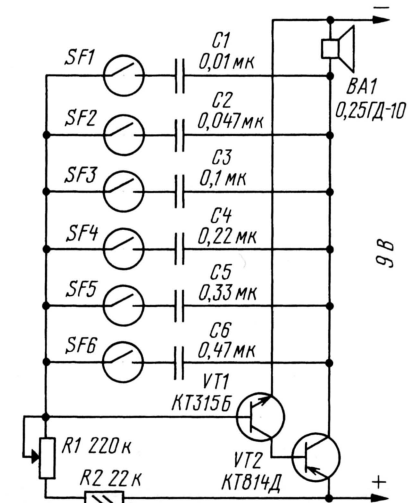

Рис. 3
**Звуковой имитатор взрыва мины (рис. 3).** Он представляет собой несимметричный мультивибратор, выполненный на транзисторах разной структуры с положительной обратной связью. Работать мультивибратор начнет только после того, как окажутся замкнутыми контакты геркона, над которым появится корабль с постоянным магнитом. Причем в зависимости от того, контакты какого геркона окажутся замкнутыми, прозвучит мелодия определенной тональности. В небольших пределах тональность можно изменять подбором соответствующего частотозадающего конденсатора, смещать же диапазон тональности можно переменным резистором R1. Резистор R2 ограничивает ток базы транзистора VT1, а значит, и VT2 при случайной установке движка переменного резистора в нижнее по схеме положение.